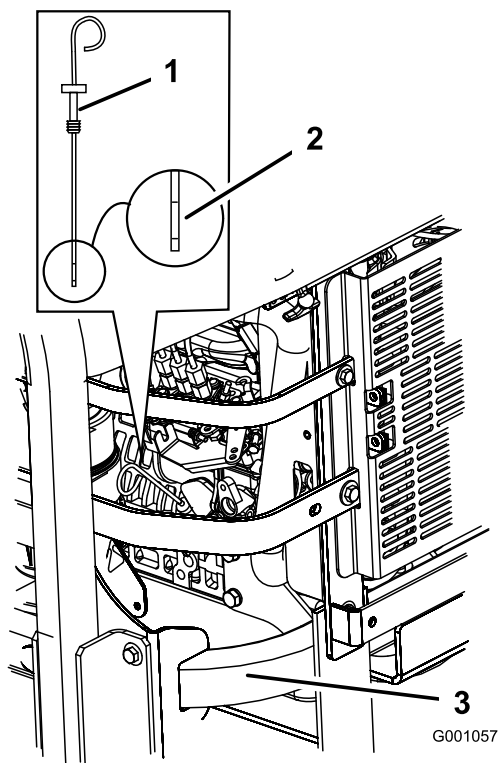

Figure 38
- Nettoyez la surface autour de la jauge d'huile (Figure 38) pour éviter que des impuretés tombent dans l'orifice de remplissage et endommagent le moteur.
- Sortez la jauge d'huile et essayez soigneusement l'extrémité métallique (Figure 38).
- Enfoncez la jauge complètement dans le goulot de remplissage. Ressortez la jauge et examinez l'extrémité métallique (Figure 38). Si le niveau est bas, versez lentement une quantité d'huile suffisante dans le trou de remplissage pour amener le niveau au repère du plein.